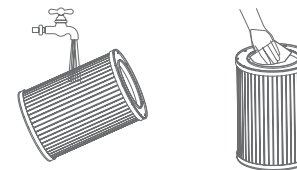

Рис. 2
- 2) Промойте фильтр водопроводной водой. Остатки грязи можно удалить мягкой тканью (рис. 2).